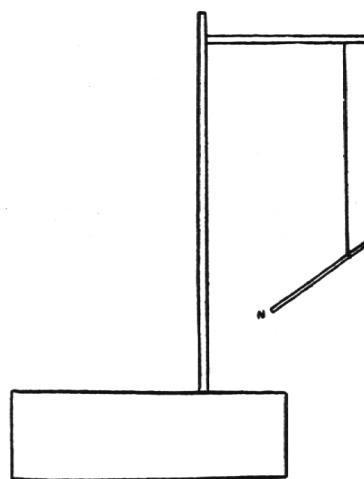

Abb. 4
**Versuch F.** Mit einer Wäscheklammer und Faden hängen wir unsere erstellte Magnetnadel auf. Wir benützen den Reagenzglasständer mit senkrechtem Träger und waagerechtem Halter. Die Nadel pendelt und kehrt in der Ruhe immer in die gleiche Lage zurück. Das ist Nord-Südrichtung. Wir nennen die Pole Nordpol und Südpol (NP, SP). Abb. 4.